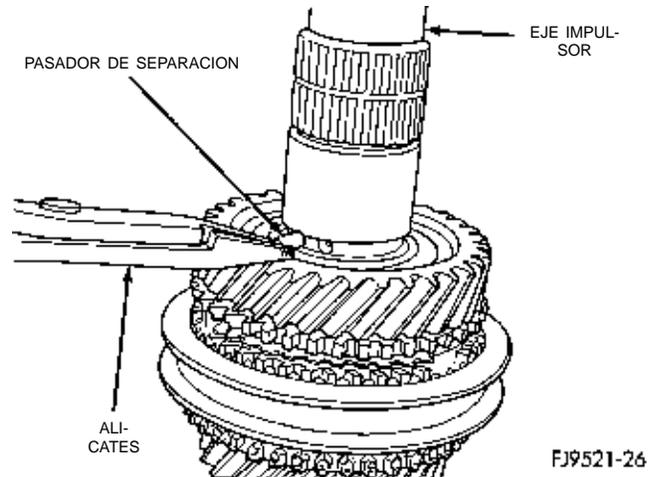

Fig. 91 Instalación del pasador de separación de la arandela de empuje hendida
- (4) Instale el anillo de muelle del sincronizador de 3-4 en la ranura del eje impulsor.
- (5) Instale el aro de bloqueo en el sincronizador de 3-4. Instale el cojinete de agujas de jaula de 4ta velocidad.
- (6) Instale el engranaje de 4ta velocidad en el eje impulsor.
- (7) Instale el pasador de separación de la arandela de empuje hendida de 4-5 (Fig. 91).